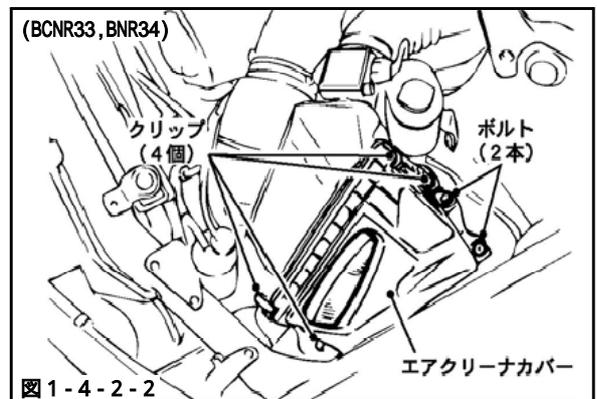

図1-4-2-2
(6) フロント, リア(以下、F, Rとする)のエアフロメータをとめているホースバンドをゆるめてください。(図1-4-2-3)
(7) F, Rのエアフロメータについているコネクタを取外してください。(図1-4-2-3)